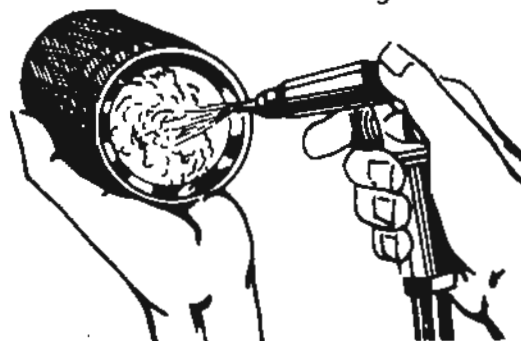

Fig. 8
- b Limpie el elemento (fig. 8) o cámbielo si es necesario, de acuerdo con el manual del operador.